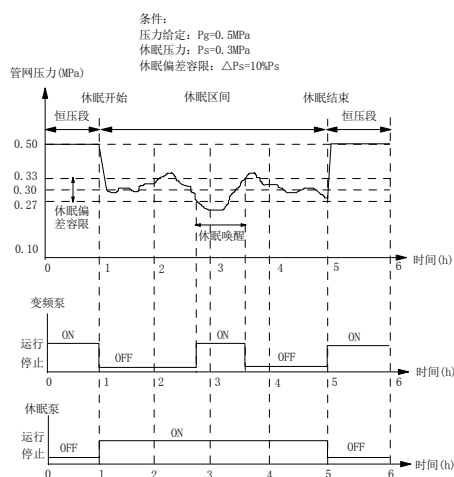

图5-38 自动休眠唤醒和进入示意
4、该功能特别适合于夜间供水量急剧减少的情况。可方便指定每日休眠工作的启始/停止时刻，并可设定休眠时的压力给定值。休眠期间，休眠泵工作，变频器只监测管网压力，当管网压力低于设定的休眠压力时，系统自动唤醒，变频泵投入工作，而当管网压力高于设定时，系统再次进入休眠状态，即只有休眠泵运行。这样，便实现了休眠泵的控制，最大限度地实现节水节电功效。如图5-38所示。